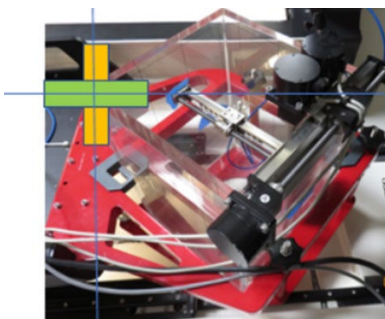

図 1-6。傾斜計
- d. 水槽の角が手前に向いた状態で傾斜計を置きます。A と B のノブを使って角度をゼロにしてから、C を使って患者治療台の軸に沿って水槽の水平出しを行います（図 1-6 を参照）。